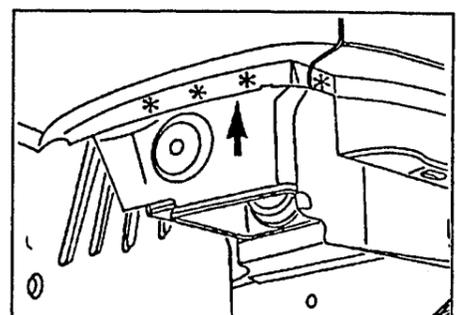

Fig. 11 Réponse : 6.7
- compléter la gamme de réparation sur les documents 4/9 et 5/9 pour effectuer le remplacement partiel de l'aile ARG du véhicule Peugeot 306. Aidez-vous des légendes et symboles du document 3/9 et des exemples concernant les figures 11 et 14 du document 4/9.